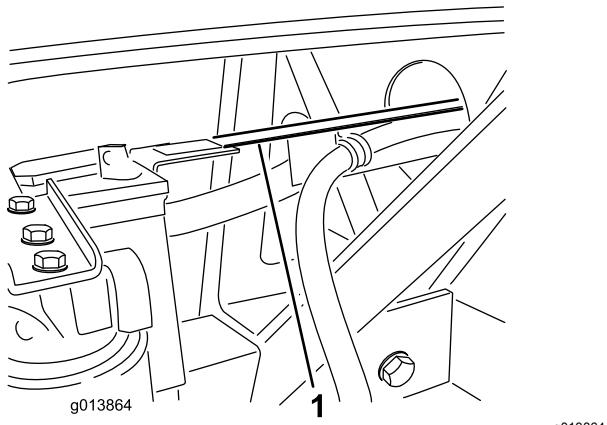

Bild 10
34. Die Schlauchführung sollte über der Tasche von der vertikalen Stütze des Batteriefachs sitzen (Bild 10). Wenn die Löcher in der Schlauchführung nicht mit den Löchern in der Batteriefachtasche übereinstimmen, können Sie die Länge der Schlauchführung einstellen. Lösen Sie die Schrauben, mit denen die Schlauchführung an der Halterung des
35. Befestigen Sie die Schlauchführung mit zwei Schrauben ($\frac{1}{4}$ " x $\frac{3}{4}$ ") und Sicherungsbundmuttern an der Nase des Batteriefachs (Bild 10).